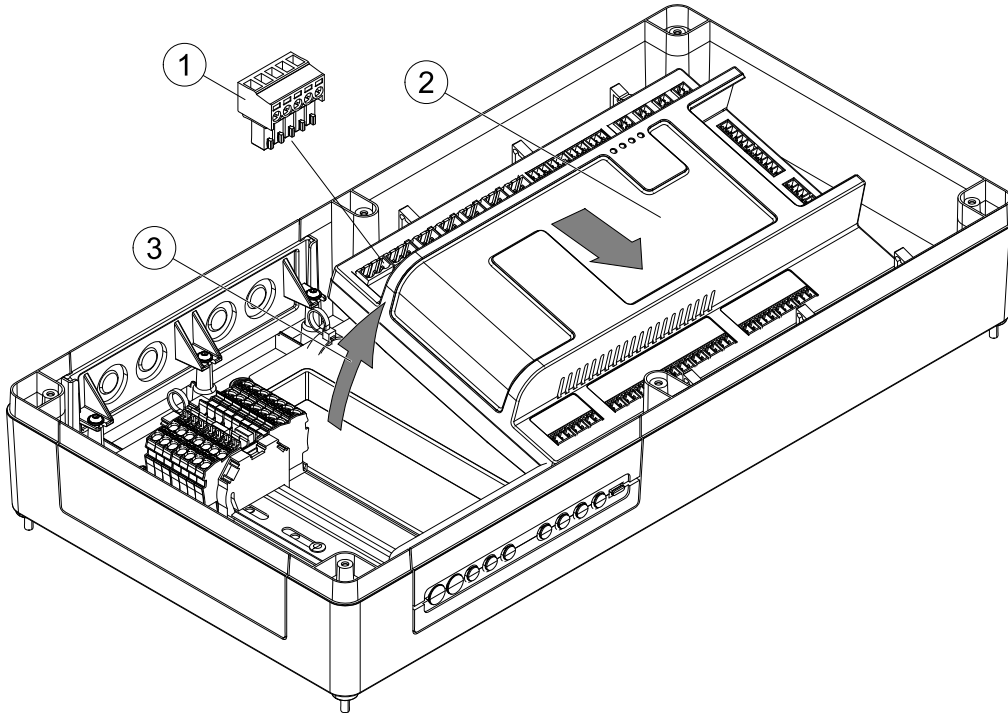

Fig. 11
Déconnectez tous les connecteurs de câbles branchés(1) à l'appareil de commande . CU27-C. Poussez CU27-C légèrement dans le sens de la flèche (2), soulevez le côté opposé vers le haut (3), figure 11.